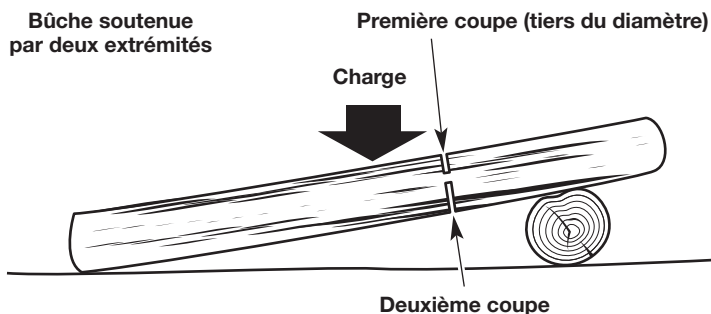

Fig. 20
- Si la bûche est soutenue sur deux extrémités (Fig. 20), faites la première coupe depuis le haut (tronçonnage par dessus). Reportez-vous à *Tronçonnage par-dessus*.